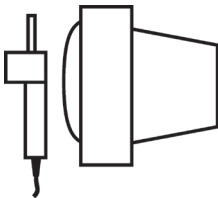

Рис.2.
7.2.2 При измерении яркости экранов мониторов ПК расположите измерительную головку параллельно плоскости экрана на расстоянии 1–4 мм. Входные окна фотоприёмников должны быть обращены по направлению к плоскости экрана, при этом диаметр измеряемой площадки не превышает 7–9 мм (Рис.2).